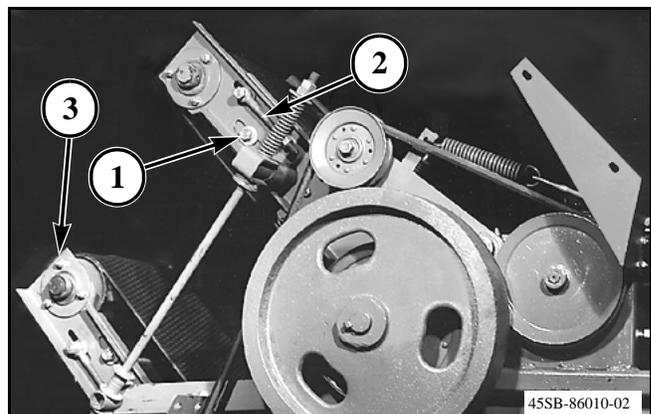

FIG. 37
FIG. 37: Para ajustar la tensión de las correas del expulsor de fardos afloje los dos pernos de fijación (1) a cada lado de la correa del expulsor y ajuste las tuercas en los pernos de tensión (2).